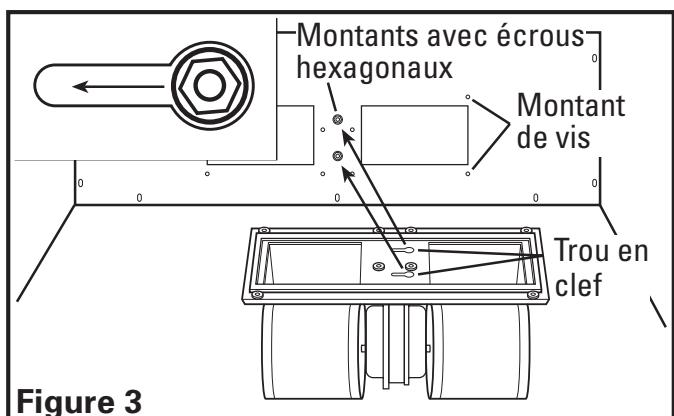

Figure 3
3. Soulever la soufflante dans le couvert de la hotte et glisser les trous en poire dans la bride de montage du moteur au-dessus des montants de la hotte. Glisser le moteur en place et serrer les écrous hexagonaux sur le montant de montage tout en alignant les 8 trous dans la bride de montage du moteur avec les 8 montants de vis de la hotte (**Figure 3**).
4. Soulever la soufflante dans le couvert de la hotte et glisser les trous en poire dans la bride de montage du moteur au-dessus des montants de la hotte. Glisser le moteur en place et serrer les écrous hexagonaux sur le montant de montage tout en alignant les 8 trous dans la bride de montage du moteur avec les 8 montants de vis de la hotte (**Figure 3**).